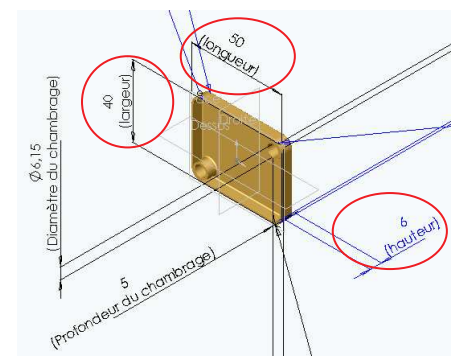

Figure 1
- **Modifier** les propriétés des cotes (voir figure 1)